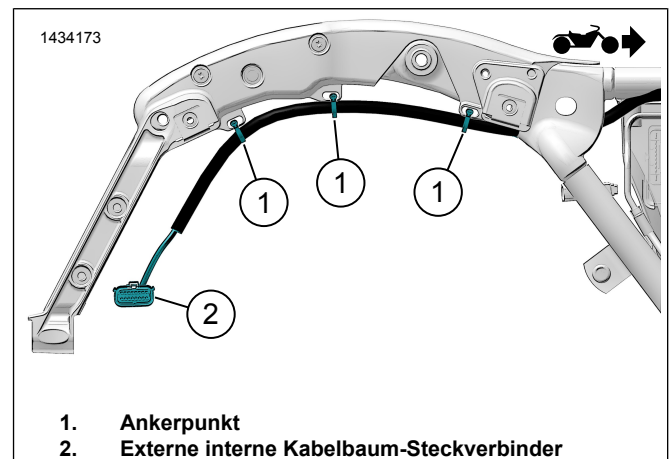
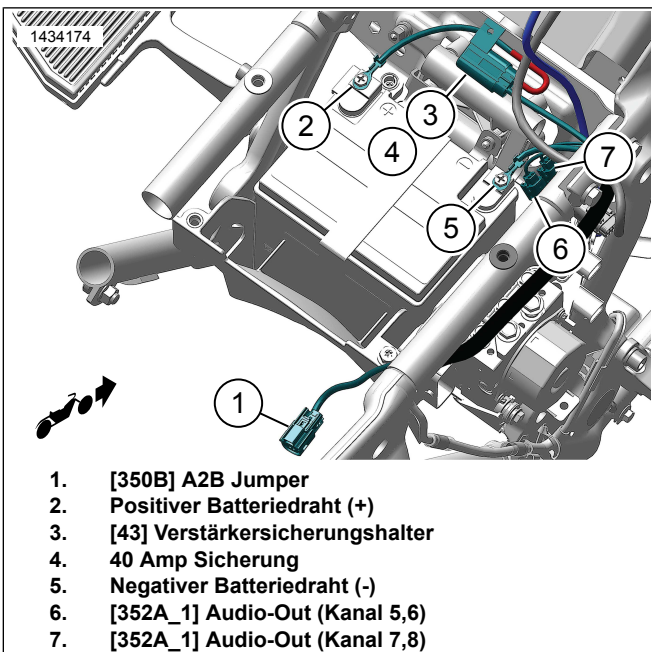

Abbildung 17. Verlegung externer Kabelbäume (typisch)
Abbildung 18. Verlegung externer Kabelbäume (typisch)
- a. Siehe Abbildung 17. Den Kabelbaum mit Kabelbindern lose an Ankerpunkten (1) befestigen. Die Kabelbinder nicht fest anziehen.
- c. Siehe Abbildung 18. Den verbleibenden Kabelbaum zum Batterieträger verlegen.
- d. Das Batterieminus kabel (2) anschließen.
- e. Das Batterieplus kabel (4) anschließen.
- f. Die Sicherung (4) in Sicherungshalter (3) einbauen.
- g. Den Sicherungshalter (3) mit einem Kabelbinder sichern.
- h. Die Steckverbinder (1) zur linken Seitenabdeckung verlegen und die Steckverbinder (5, 6) zur rechten Seitenabdeckung.
2. Siehe Abbildung 17. Den externen Satteltaschenkabelbaum über internen Satteltaschenkabelbaum (2) an Satteltasche anschließen.
3. Siehe Abbildung 18. [350B] (1) des Sekundärverstärker-Kabelbaums an [350A] Primärverstärker-Kabelbaums anschließen.
- a. **2022 FLTRKSE:** [350B] (1) des Sekundärverstärker-Kabelbaums an den 2-poligen Steckverbinder anschließen.